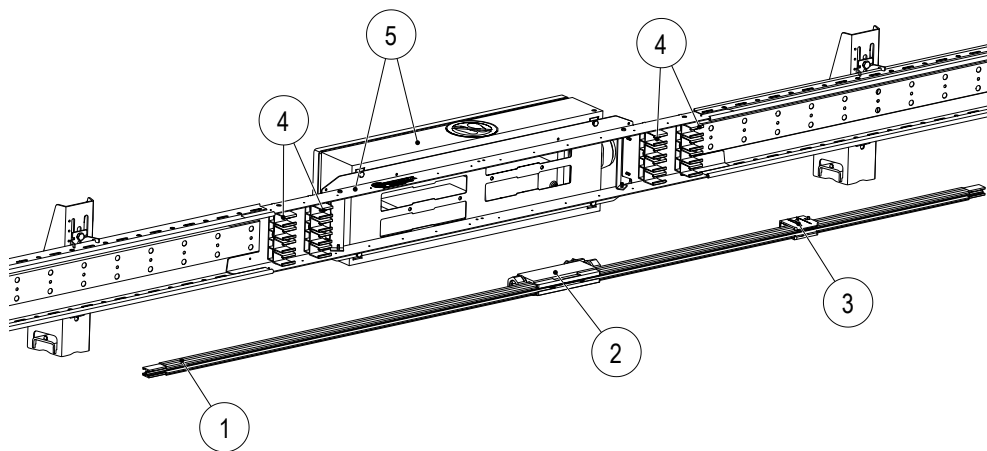
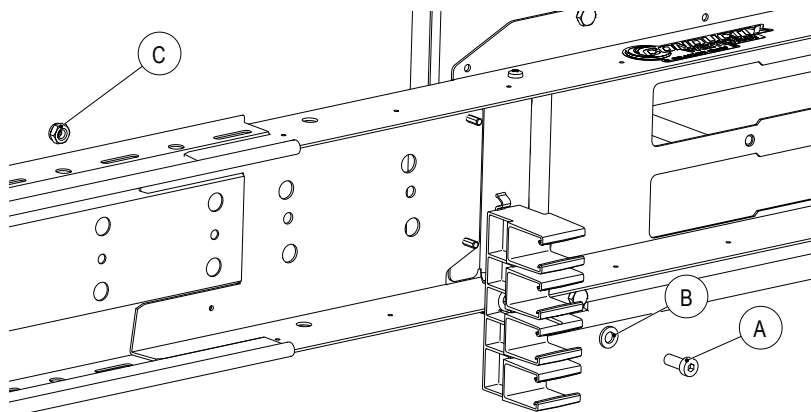
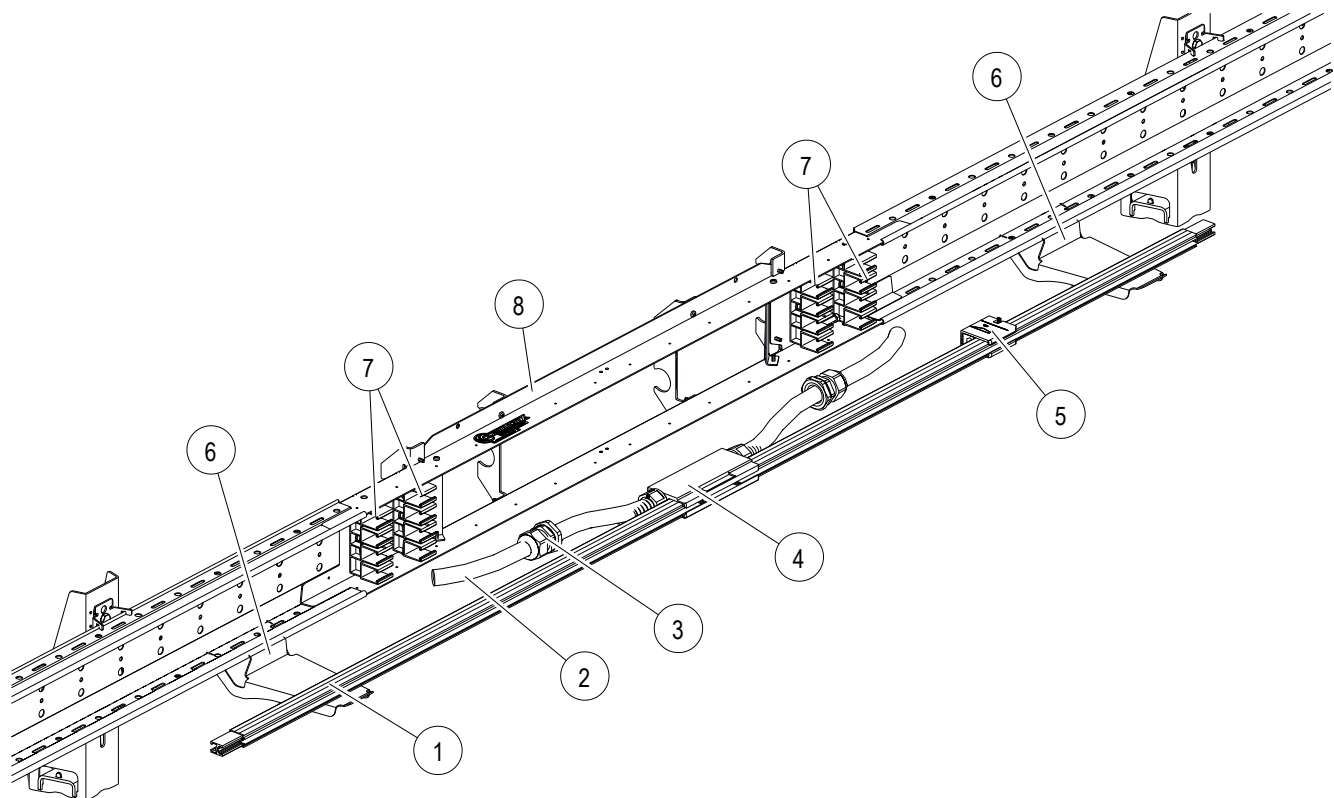

Abb. 24: Einspeisungsmöglichkeit mit Klemmenkasten
Abb. 25: Schienenhalter beim Befestigungsrahmen verschrauben
Abb. 39: Einspeisemöglichkeit mit Anschlussleitungen
Die Schienenhalter (4) für die vormontierten Fixpunkte (3) an der Schleifleitung mit Einspeisung (1) müssen auf der Baustelle mithilfe der Zylinderschraube M6x16 (A), Unterlegscheibe (B) und Sechskantmutter M6 (C) an das ProShell-Tragprofil montiert werden (siehe Abb. 24 bzw. Abb. 25)!
Die Schienenhalter (7) für die vormontierten Fixpunkte (5) an der Schleifleitung mit Einspeisung (1) müssen auf der Baustelle mithilfe der Zylinderschraube M6x16 (A), Unterlegscheibe (B) und Sechskantmutter M6 (C) an das ProShell-Tragprofil montiert werden (siehe Abb. 24 bzw. Abb. 39)!
2. Die Schleifleitungsschiene mit der montierten Einspeisung und Fixpunkt (1) auf die Hilfskonsolen (6) legen, um rechts und links die Schleifleitungsschiene (1) mit den weiteren Schleifleitungsschienen verbinden zu können (siehe Abb. 39). Für eine bessere Handhabung beim Verbinden sollten auch für die weiteren Schleifleitungsschienen Hilfskonsolen ins ProShell-Tragprofil eingehängt werden (siehe auch BAL0812-0001).